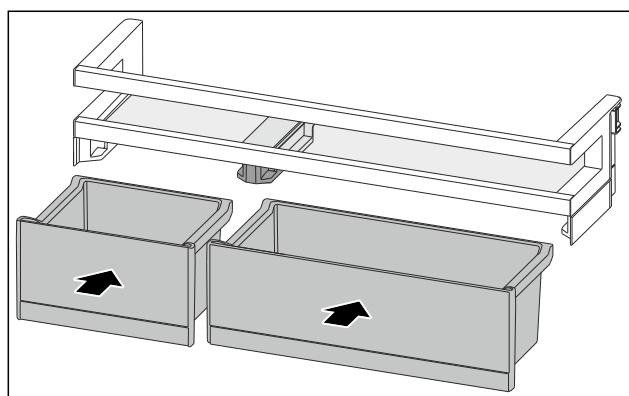

Fig. 89
- ▶ 排列互换后装入 VarioBox。[参见 Fig. 89]